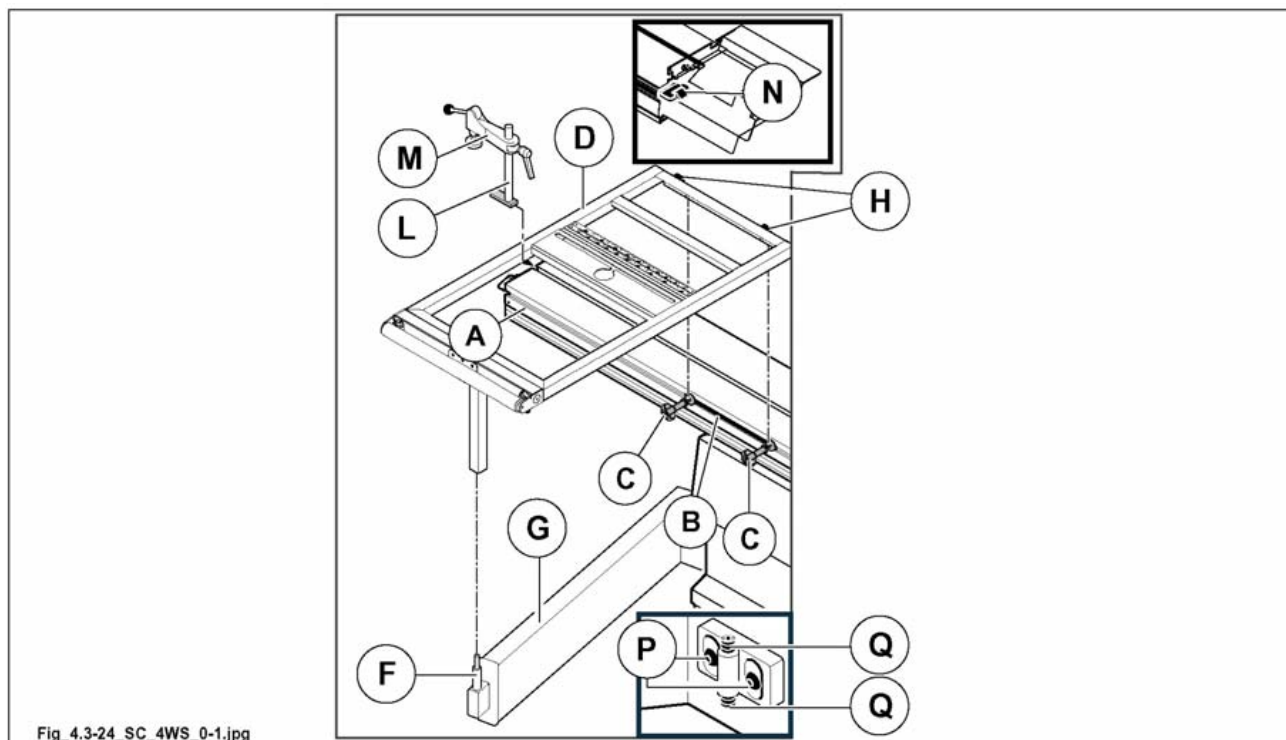

Abb. 4.3-24
die Schraube (F Abb. 4.3-24) muss perfekt dem entsprechenden Sitz unter dem Rahmen (D Abb. 4.3-24) sitzen.
- 3) Falls notwendig, Fläche (D Abb. 4.3-24) durch Betätigen des Stiftes (F Abb. 4.3-24) ausrichten.
- 4) Die Knäufe (C Abb. 4.3-24) anziehen.
- 5) Schraubenbolzen (L Abb. 4.3-24) mit dem Druckstück (M Abb. 4.3-24) in die Rille des Waggon (A Abb. 4.3-24) einsetzen und zum Festziehen im Uhrzeigersinn drehen.
- 6) Wenn Waggon (A Abb. 4.3-24) nicht benutzt wird, ist er durch Betätigen des Hebels (N Abb. 4.3-24) zu blockieren.
- lockern Sie die Drehknöpfe (C Abb. 4.3.24);
- lockern Sie die Schrauben (P Abb. 4.3.24) und betätigen Sie die Madenschrauben (Q Abb. 4.3.24), um die Höhe einzustellen.
- 1) Das Teleskoplineal auf den Tisch (A Abb. 4.3-24-2) auflegen und dabei den Drehzapfen (C Abb. 4.3-24-2) in die Bohrung (R Abb. 4.3-24-2) einschieben.